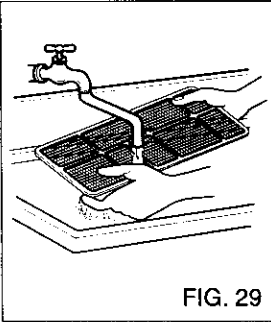

FIG. 29
- Lave el filtro de aire bajo el grifo con agua templada. Asegúrese de sacudir toda el agua antes de volver a colocar el filtro. (FIG. 29)